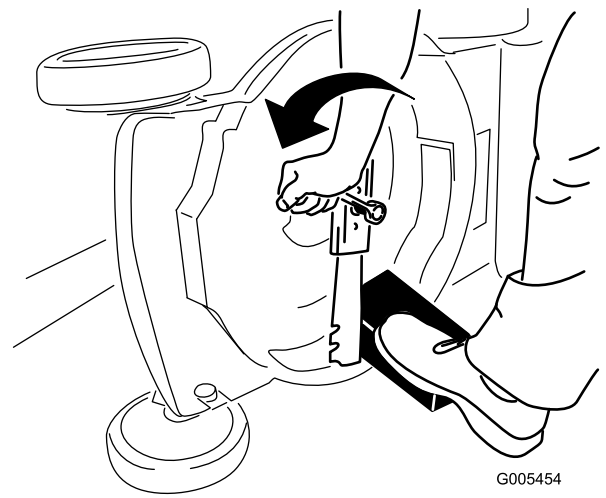

Figura 19
4. Retire la cuchilla, conservando todos los herrajes de montaje (Figura 19).
3. Utilice un bloque de madera para inmovilizar la cuchilla (Figura 19).